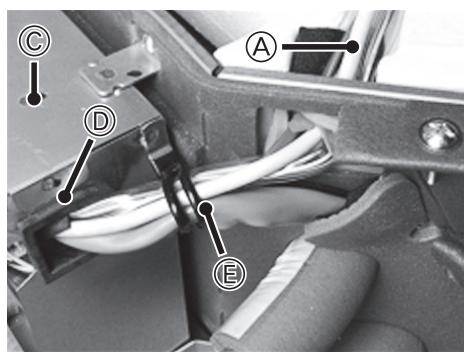

Fig. 4-3
- (3) Coloque el cable de unión inalámbrica en el MANGUITO de la caja de los componentes eléctricos y, a continuación, conecte el cable en CN90 del panel del controlador interior. (Fig. 4-3)
(4) Fije los cables y conductores con la abrazadera.